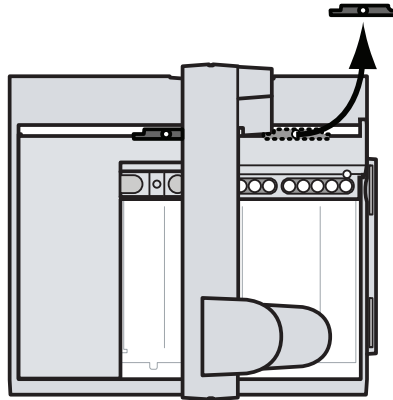

Abb. 6 Entfernen der zwei Teile der Plastiktransportklammer
- 3 Entfernen Sie die zwei Teile der Plastiktransportklammer vom Probenteller und entsorgen Sie sie (Abb. 6)